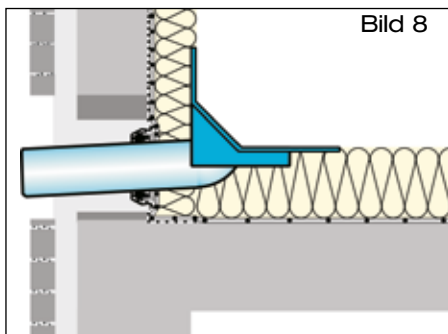

Bild 8
- 2.2 Ablaufrohr des Dachablaufs entsprechend der baulichen Gegebenheiten ablängen. Dichtelement (bei Schiebeflansch DN 70) bzw. Klemmring (bei Schiebeflansch DN 100) innen und Ablaufrohr des Attikaablaufs außen hinreichend mit LORO-X Gleitmittel versehen. Ablaufrohr des Dachablaufs in den Schiebeflansch bis in seine Einbauposition einführen (Bild 8). Entstandene Hohlräume in der Wärmedämmung schließen. Ablaufrohr im Wandbereich mit ausreichender Wärmedämmung versehen und Dachablauf fixieren.